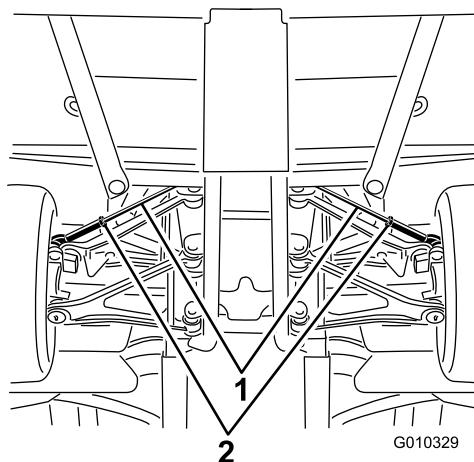

Рисунок 60
- Ослабьте контргайку в середине тяги (Рисунок 60).